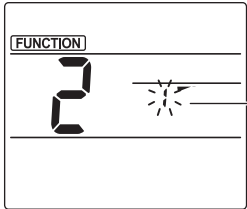

Fig. 3-2
② Seleccione el número de deflector (Fig. 3-2)